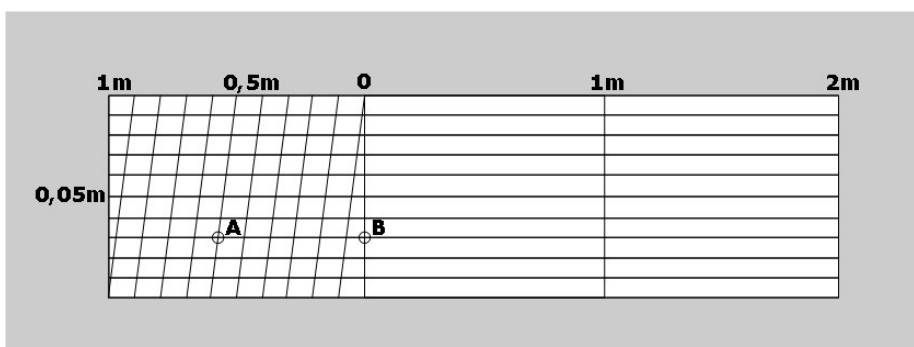

Figura 2: Escala gráfica
Observe a Figura 2 para responder à questão 20.
- 20.** As escalas podem ser classificadas em numéricas e gráficas. Conforme a Figura 2, qual a medida do segmento AB?